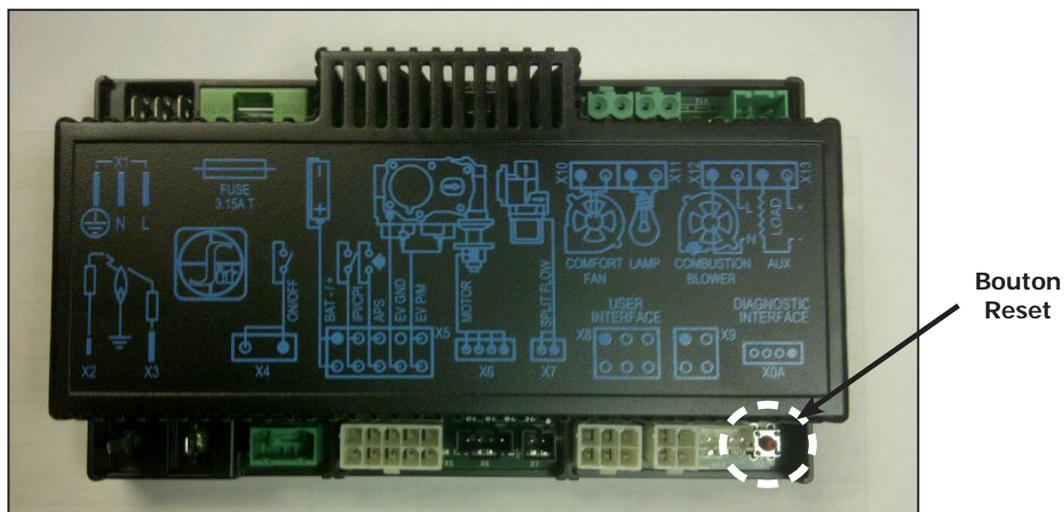

Figure 7: «Integrated Fireplace Controller»
L'IFC Proflame 2 (Figure 7) connecte directement à la vanne de gaz, le moteur pas à pas, et le ventilateur de convection par moyen d'un faisceau de câbles. L'IFC est alimenté par 120 VAC, mais peut aussi fonctionner avec un système de secours de quatre (4) piles type AA pendant de courtes périodes. L'IFC accepte des commandes par fréquence radiophonique de l'émetteur pour faire fonctionner l'appareil en accordance avec la configuration Proflame 2 particulière.
Insérez les quatre (4) piles AA dans le compartiment de piles de l'IFC. Notez la polarité de la pile et l'insérez dans le compartiment comme indiqué sur les supports du compartiment. Poussez le bouton de réinitialisation sur l'IFC marqué « SW1 » (voir la Figure 7). L'IFC émettra trois (3) bips pour indiquer qu'il est prêt à synchroniser avec un émetteur. Insérez les trois (3) piles type AAA dans le compartiment de piles de l'émetteur, situé sur la base de l'émetteur. Avec les piles installés dans l'émetteur, poussez le bouton « ON ». L'IFC émettra quatre (4) bips pour indiquer que la commande de l'émetteur a été acceptée et enregistre le code particulier de cet émetteur. Le système est maintenant initialisé